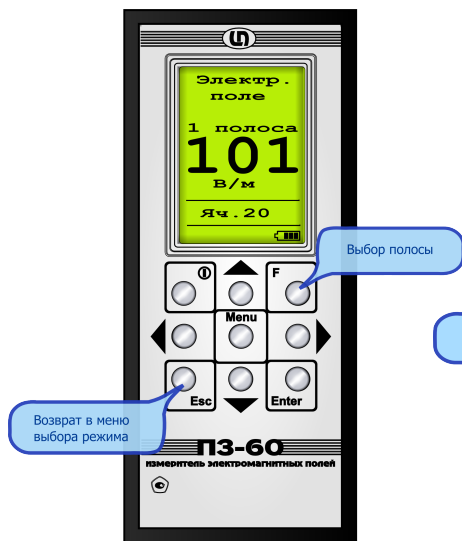

Рис. 4. Измерение напряжённости электрического поля
- 6) Установите прибор таким образом, чтобы он был направлен антенной в сторону тестируемого технического средства, а центр антенны находился в заданной точке пространства. Вид экрана при измерении напряженности переменного электрического поля в первой полосе показан на рис. 4.